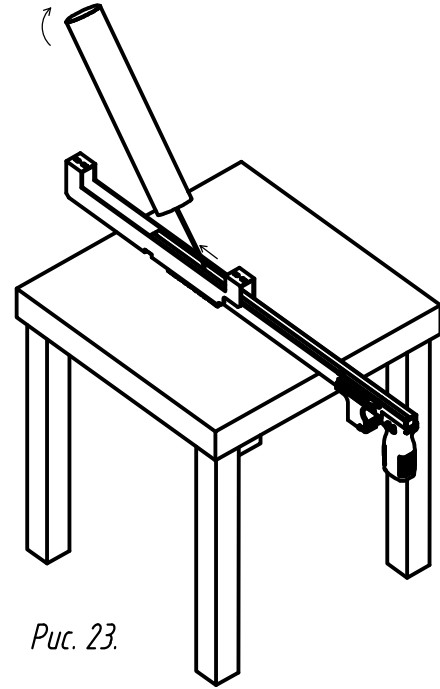

Рис. 23.
4) Отделите цилиндр от каретки и аккуратно выведите метатель из канала (Рис. 23);